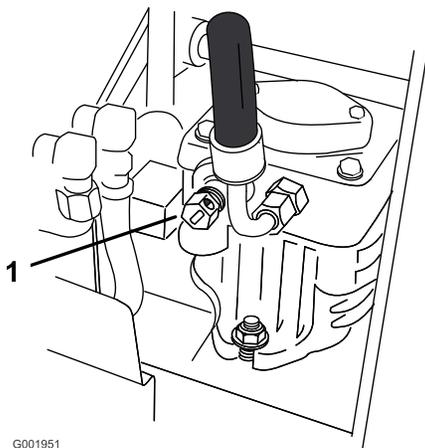

Figura 12
2. Abra las válvulas de desvío de ambas bombas girándolas 1 a 2 vueltas en el sentido contrario a las agujas del reloj. Esto permite que el aceite hidráulico se desvíe alrededor de la bomba, dejando que las ruedas giren (Figura 12).